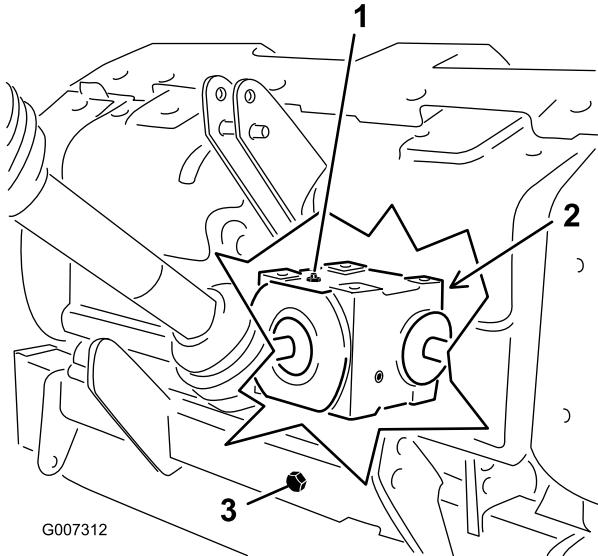

Figura 27
2. Quite el tapón de verificación de la caja de engranajes (Figura 27).
3. Asegúrese de que el aceite llegue hasta la parte inferior del orificio del tapón de verificación de la caja de engranajes (Figura 27).
1. Limpie la suciedad del tapón de llenado y el tapón de vaciado para evitar la contaminación (Figura 27).